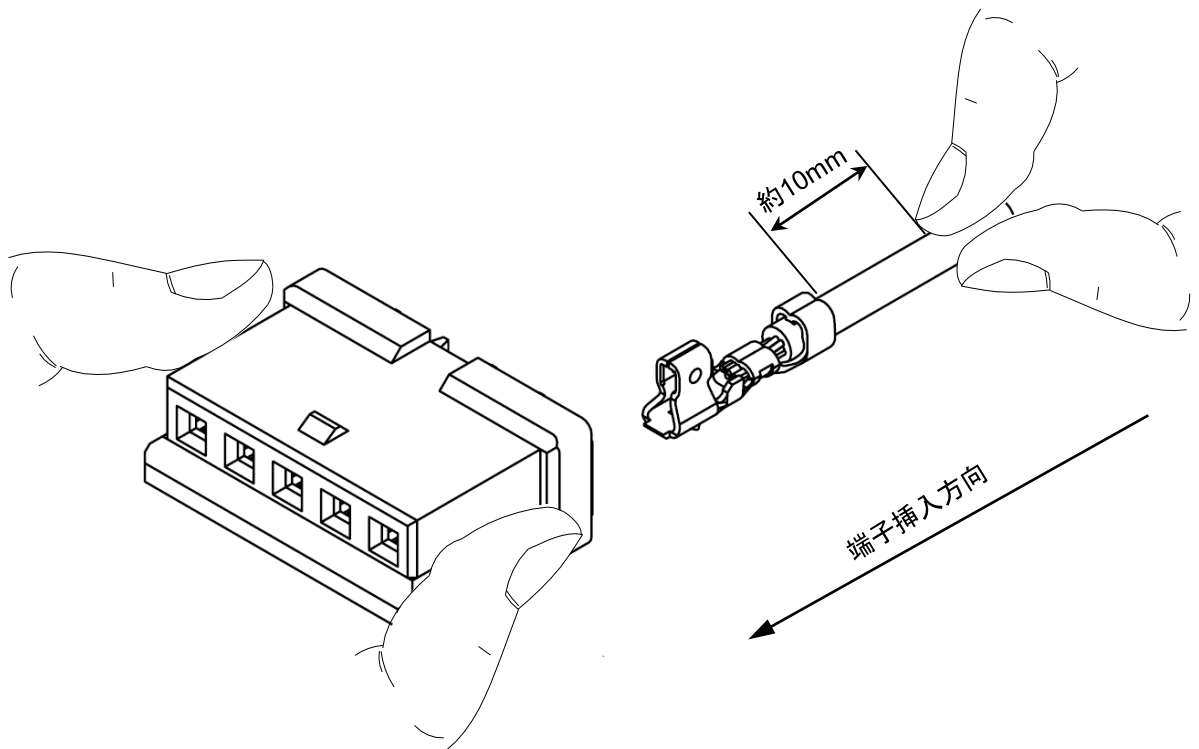

Fig. 5-1
- ① リセプタクル ハウジングの左右を挟むように、軽く持って下さい。(Fig. 5-1)
- ② ケーブルは、端子圧着部から約 10mm の位置を指で軽く摘んで持って下さい。(Fig. 5-1)
- ③ 端子ランス部がリセプタクル ハウジングの中央に向かうように持ち、端子が突き当たる位置まで（3N～5N 程度の力で）ゆっくりと真っ直ぐ装着して下さい。(Fig. 5-1)